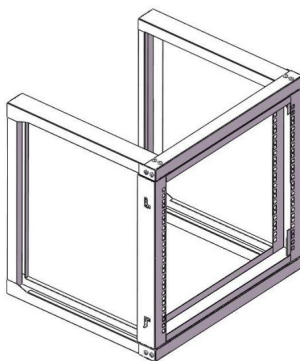

Abbildung 5
5. Führen Sie die gleichen Schritte wie in Schritt 4 aus. Verriegeln Sie die beiden Türriegel der linken Seite des Türsets nacheinander am Rahmen. Stellen Sie sicher, dass das Türset befestigt ist. Siehe Abbildung 5.